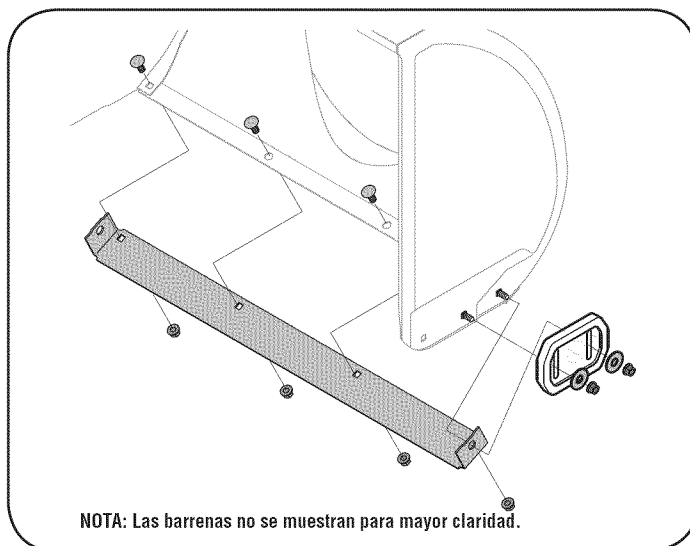

Figura 17
2. Monte las nuevas zapatas antideslizantes con cuatro pernos de carro (dos en cada lado), arandelas, y las tuercas de brida hexagonales. Consulte la figura 17.